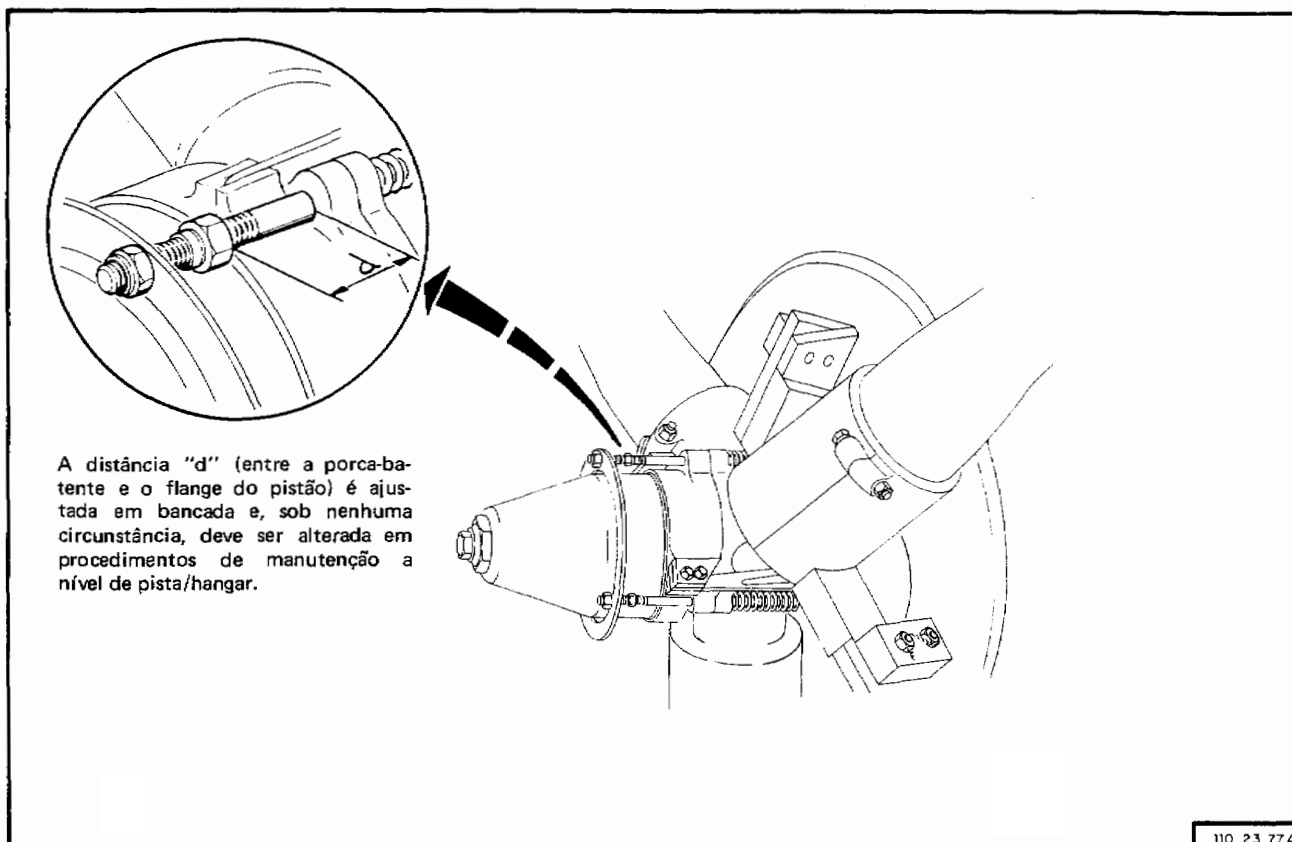

Figura 3-15A. Posicionamento das Porcas-batente de Beta
- As porcas-batentes de Beta, situadas nas hastes de acionamento do anel deslizante (veja a figura 3-15A) têm o seu posicionamento determinado em regulagens de bancada. Sob nenhuma circunstância altere o posicionamento original das porcas-batentes, visando corrigir eventuais discrepâncias no torque do motor.